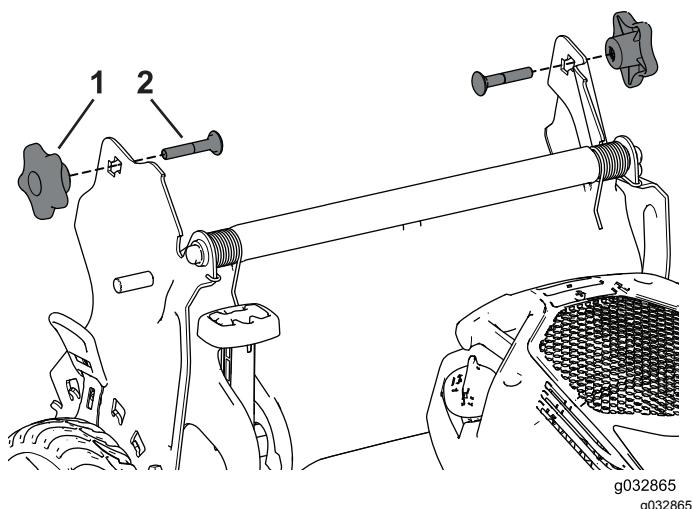

Figura 30
4. Introduzca el perno de cuello cuadrado (con la cabeza del perno en el interior) por el soporte del manillar y el orificio superior del extremo del manillar. Asegúrese de que los bordes cuadrados de los pernos de cuello cuadrado encajan en el taladro cuadrado del soporte del manillar correspondiente (Figura 30).